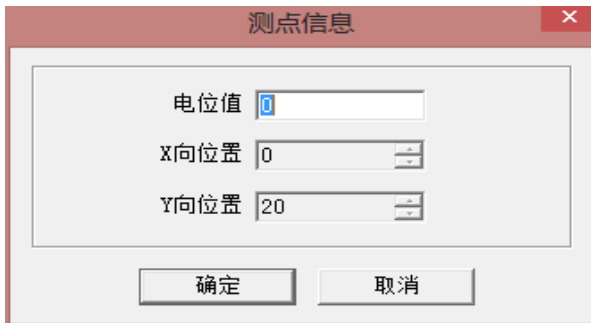

图 4.14 测点信息
1、编辑测点：编辑当前测点的相关信息（其中当前测点是指视图区中“数据阵列”、“数据图标”和“数据色谱”中静态光标标记的测点），编辑测点对话框(如图 4.14 所示)。
(如图 4.14 所示)。